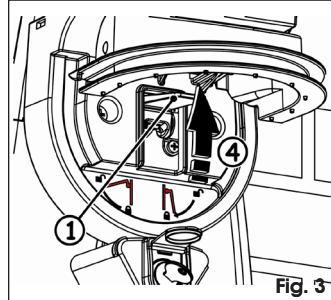

Fig. 3
2. Tirare la leva di sblocco sino al suo arresto, Fig. 3 rif. 1.